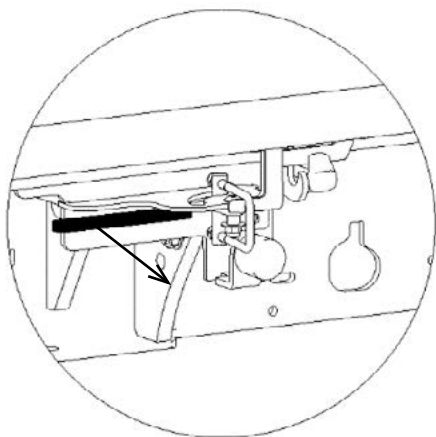

Figura 4
- 1- Tirare la maniglia del gancio (figura 4)